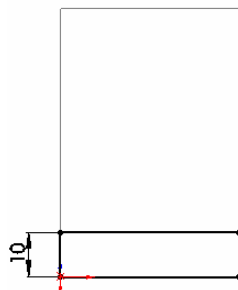

图 5-86 绘制的草图
- ❺ 绘制草图。选择菜单栏中的“工具”→“草图绘制实体”→“矩形”命令，在上一步设置的基准面上绘制一个矩形并标注尺寸，结果如图 5-86 所示。